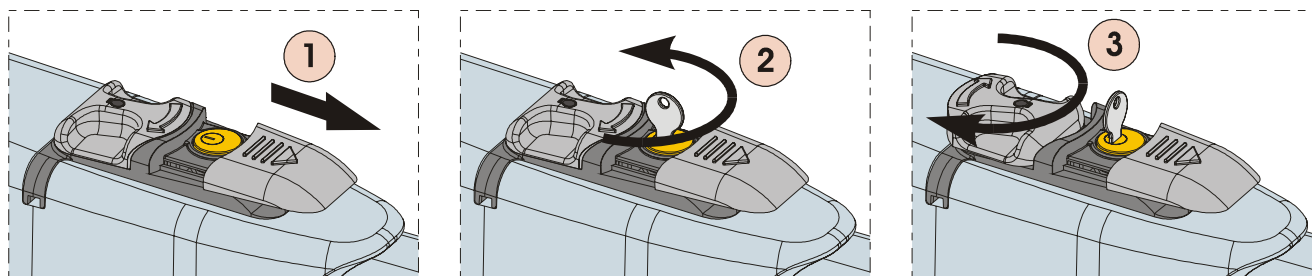

Fig. 26
- 2) Faire coulisser le capuchon de protection, Fig.26/1.
- 3) Introduire la clé et la tourner de 90°, Fig.26/2.
- 4) Pour débloquer l'opérateur tourner de 180° le levier de manœuvre dans la direction de la flèche présente sur le système de déblocage, Fig.26/3.